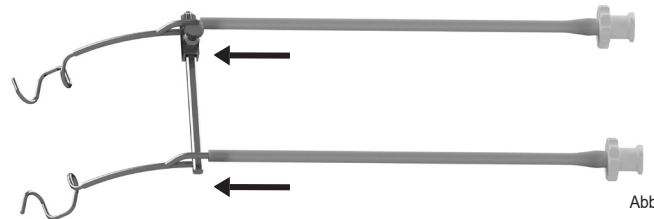

Abb. 4
- Montieren Sie die Reinigungsadapter (G-31024) gemäß Abb. 4.
- Entfernen Sie nach der Reinigung und Desinfektion die Reinigungsadapter in umgekehrter Reihenfolge (siehe Abb. 4).